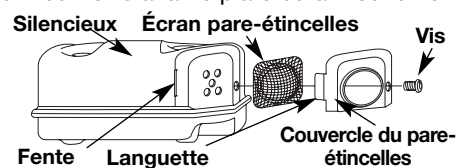

Fig. 39
- Retirez la vis retenant le couvercle du pare-étincelles au silencieux à l'aide d'un tournevis à lame plate ou à mèche no. T-20 Torx (Fig. 39).